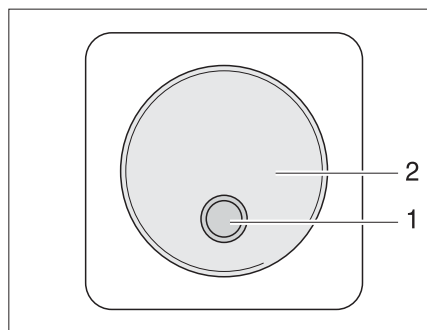

Fig. 218 Conmutador externo
- II "Remo." = El aparato se puede encender y apagar con el conmutador externo (Fig. 218,1).
El conmutador externo del convertidor (Fig. 218) se encuentra en el habitáculo del vehículo, por ejemplo en la zona de la entrada. El conmutador está identificado con el rótulo "Convertidor". El LED (Fig. 218,1) indica el estado de funcionamiento del convertidor.